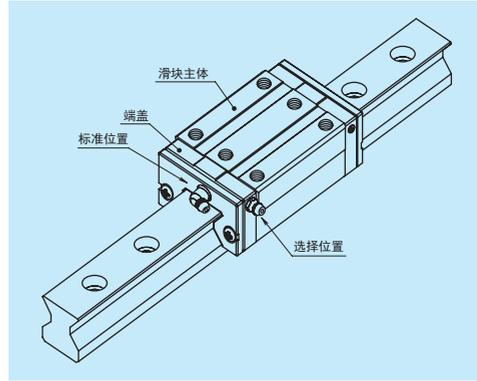
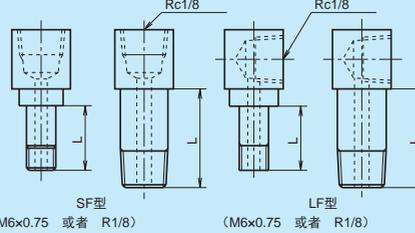

图 12 润滑用零件的安装位置
图 14 润滑脂注入嘴和专用配管接头
(1) 润滑用零件的种类
• RA 系列的润滑脂注入嘴和配管接头如图 14、表 11 所示。
(2) 润滑用零件的安装位置
• 在 RA 系列中，润滑脂注入嘴和专用配管接头标准型号的安装在滑块的端面上。作为自由选择也可安装在滑块的端面上。作为自由选择也可安装在端盖的侧面 (图 12)